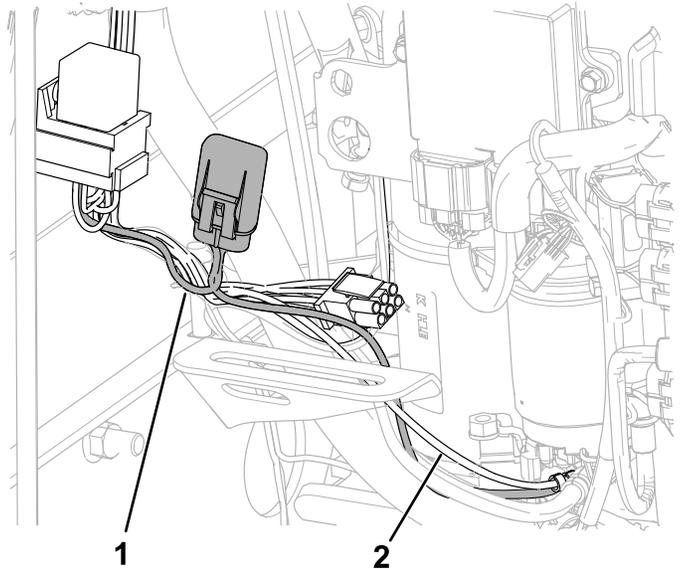

Figure 9
7. En suivant le faisceau existant, acheminez le nouveau faisceau jusqu'à la borne du démarreur (Figure 9).